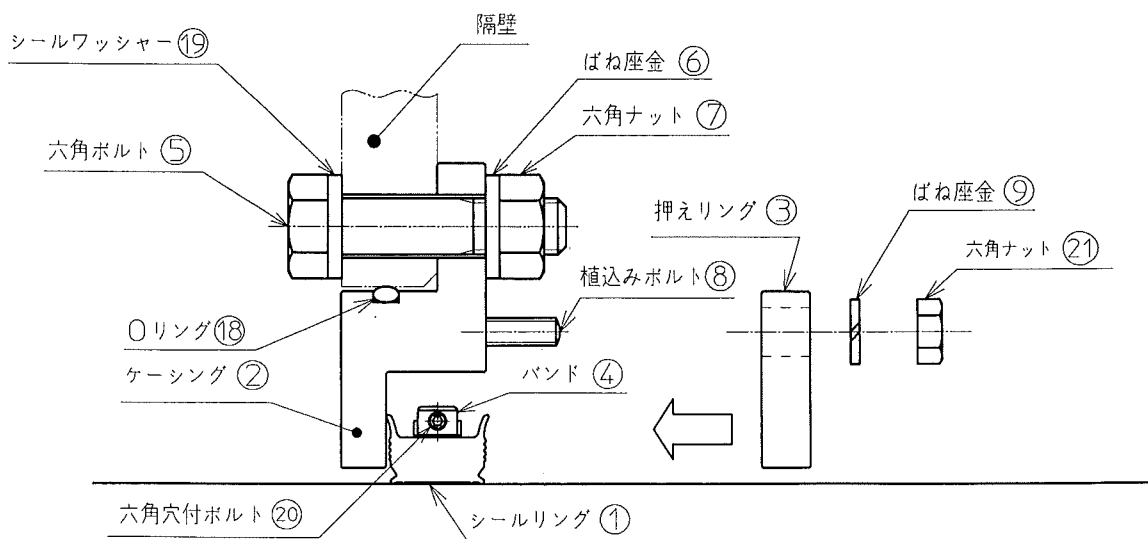

図13 押えリング③取付要領
- (7) 押えリング③を六角ナット⑳、ばね座金⑨でケーシング②に固定する。(図13参照)